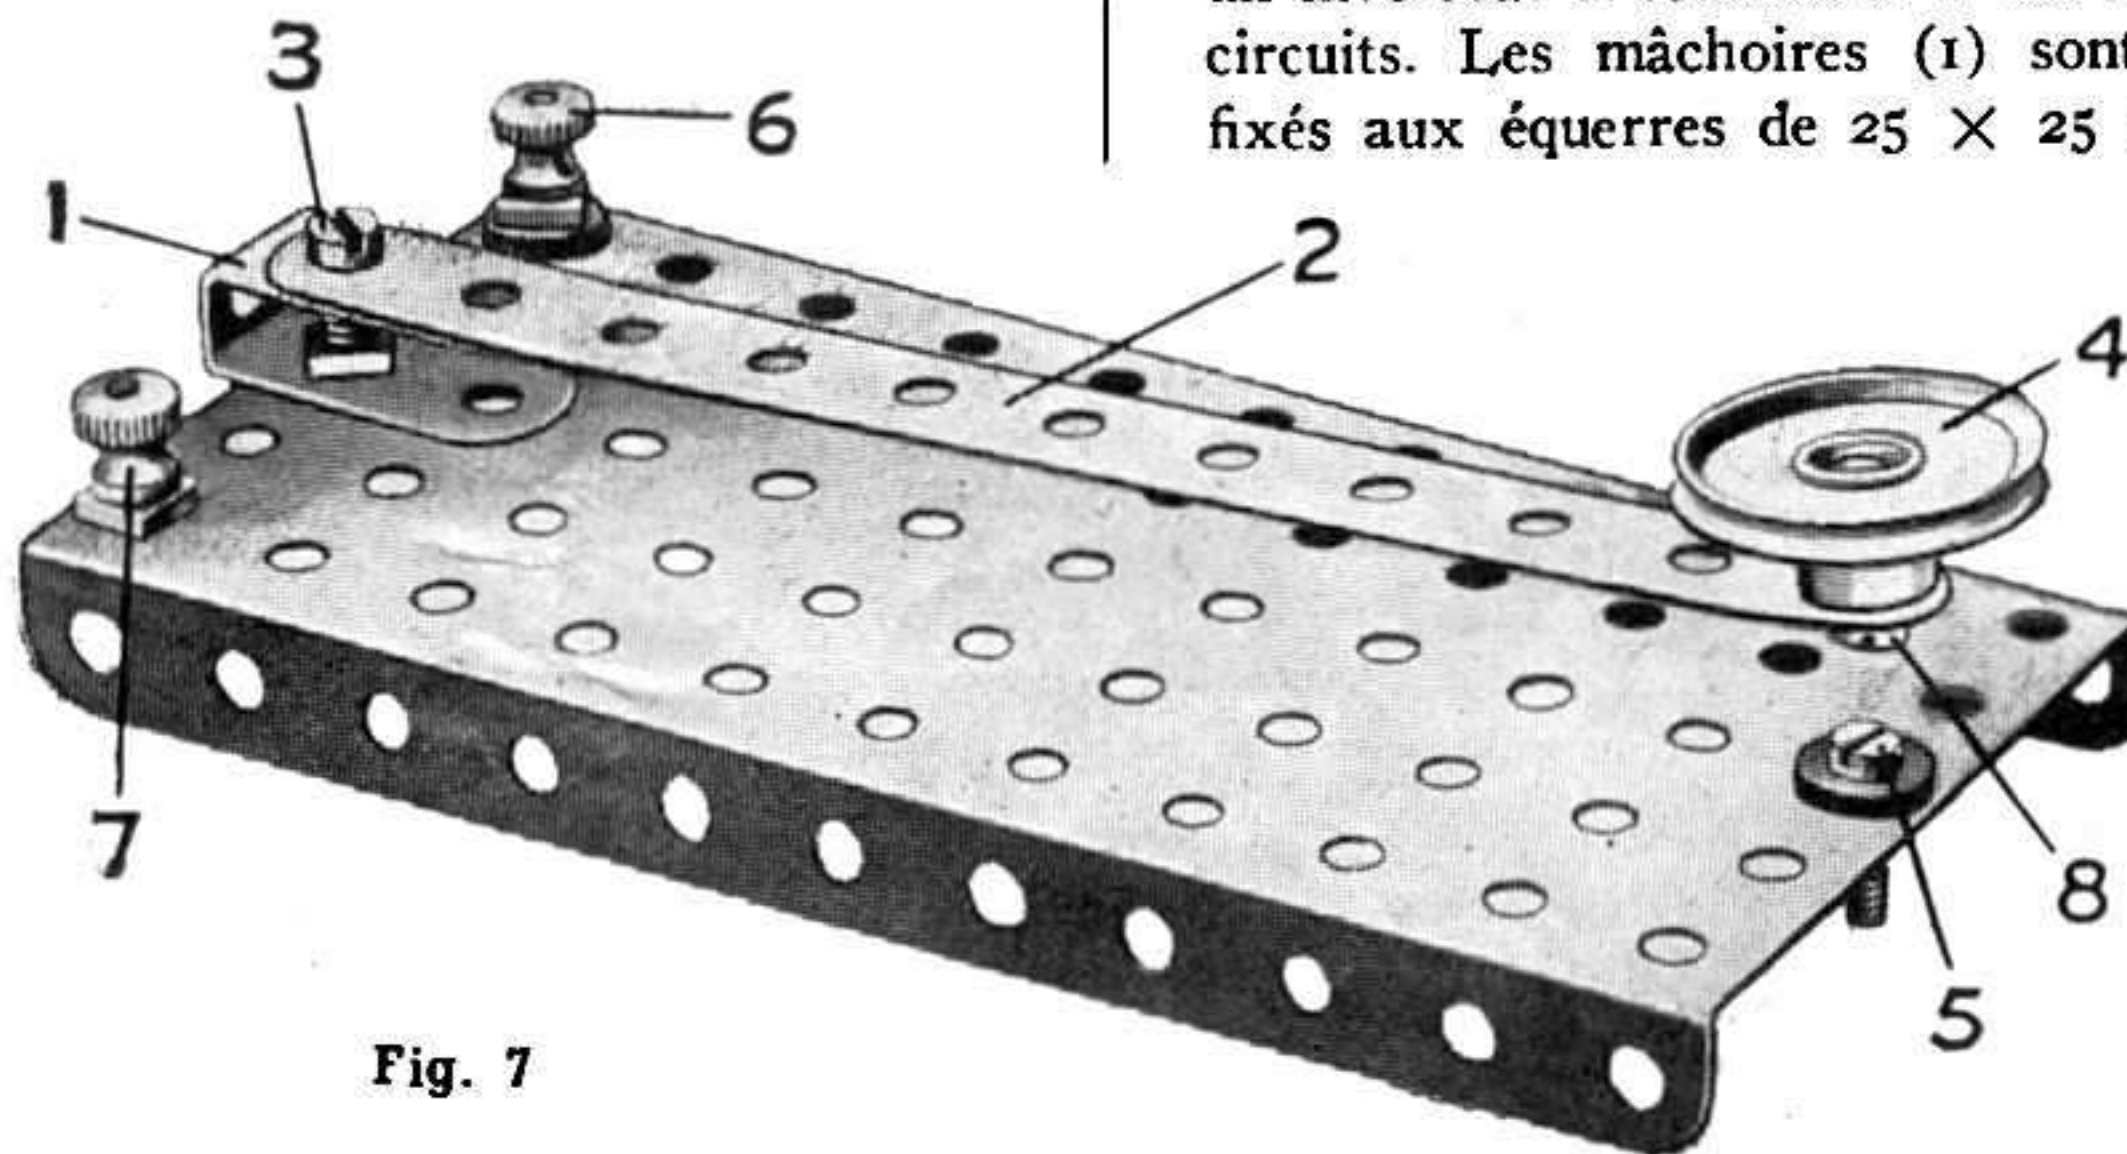

Fig. 7
Le manipulateur de la fig. 7 constitue un appareil de contact et coupure. Un appareil de ce genre est très utile pour des expériences électriques. Cet appareil est formé d'une plaque à rebords de 14 centimètres  $\times$  6 cm. à laquelle une bande à simple courbure (1) et une bande de 11 trous (2) sont fixées par un boulon de 19 mill. (3). Un bouton est formé par une poulie de 25 mill. (4) fixée par sa vis d'arrêt à l'extrémité d'un boulon de 19 mill. (8) passé dans l'extrémité d'une bande de 11 trous (2). Le contact est établi par un boulon 6 BA et un écrou isolé de la plaque est connecté par un fil guipé à la borne (6) qui est également isolé de la plaque. La borne (7) est réunie par un autre fil par-dessous la plaque de base à un boulon (3). On prendra bien soin à ce que la bande (2) établisse un bon contact électrique, métal sur métal, avec la bande à simple courbure (1) et le boulon (3), et dans ce cas, nous conseillons d'employer des pièces nickelées de préférence aux pièces en couleur, pour ne pas avoir à gratter l'émail autour des boulons de connexion. Si on emploie des bandes en couleur, un fil doit relier le boulon (3) au boulon (8) maintenant la poulie (4).